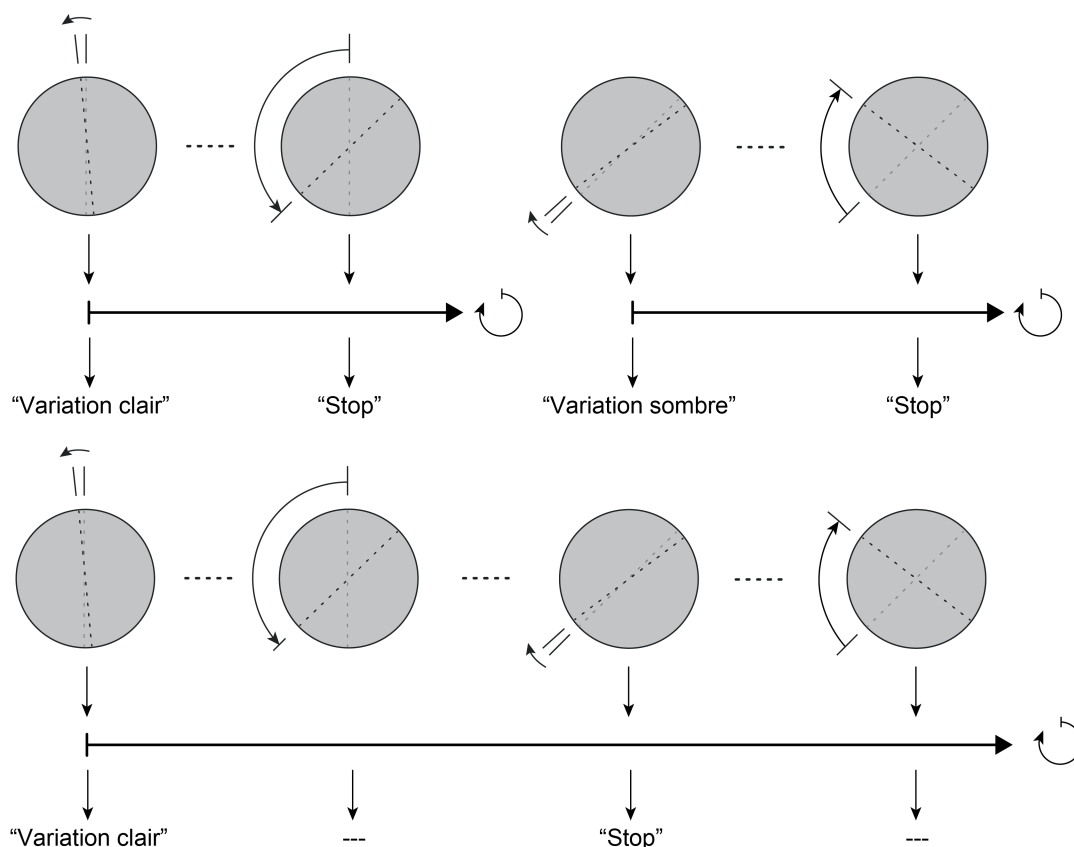

Figure 16: Exemple de concept de commande du bouton rotatif « Store » dans le concept de commande « Variation sans télégramme ARRÊT ».
- i** Le comportement de l'appareil avec une variation plus claire est identique à celui du concept de commande « Variation sans télégramme ARRÊT » (figure 16). De ce fait, l'image du concept de commande « Variation avec télégramme ARRÊT » montre uniquement la variation plus sombre et la désactivation.